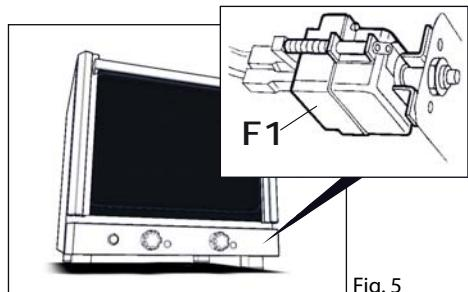

Fig. 5
- Le thermostat de sécurité (**F1 - Fig. 5**) peut être réinitialisé uniquement à la main en appuyant sur le bouton rouge après avoir enlevé le panneau avant pour atteindre le composant. Avant d'exécuter la manoeuvre, s'assurer d'avoir coupé l'alimentation électrique.